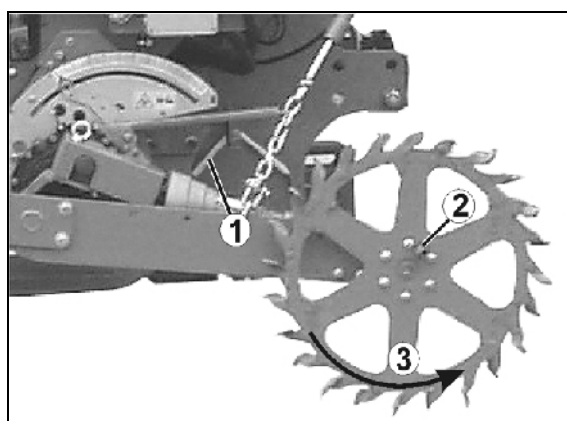

Fig. 83
- Luați manivela (Fig. 83/1).
- Se introduce manivela prin intermediul unui profil de cuplare cu 4 canturi (Fig. 83/2) pe roata cu pineni (Fig. 83/3,).
Se rotește roata cu pineni spre stânga (Fig. 83)!
- introduceți manivela (Fig. 83/1) în suportul său